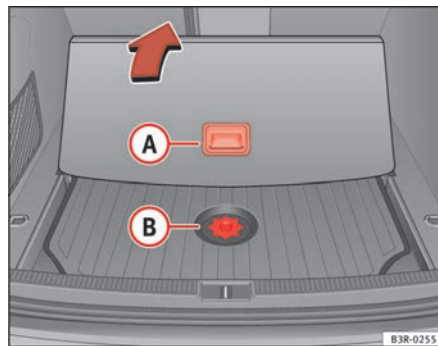

Fig. 185 Accesso agli attrezzi di bordo e cric
- Far scorrere all'indietro il rivestimento del bagagliaio facendo leva sulla relativa maniglia **A** ⇒ **fig. 185**.
- Svitare le viti di fissaggio della copertura **B** ⇒ **fig. 185**.